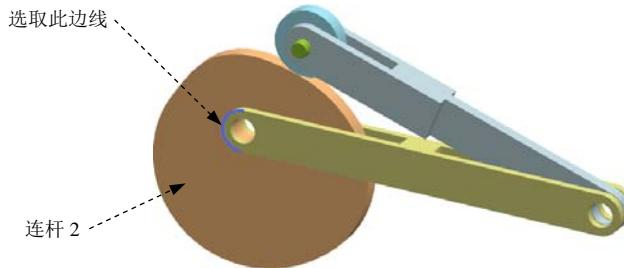

图 6.5.2 定义连杆 2 中的旋转副
(1) 选择下拉菜单  →  运动副 (I)… 命令，系统弹出“运动副”对话框；在“运动副”对话框 **定义** 选项卡的 **类型** 下拉列表中选择  旋转副 选项；选取图 6.5.2 所示的连杆 2 为参考连杆；在“运动副”对话框 **操作** 区域的  指定原点 下拉列表中选取“圆弧中心”  选项，在模型中选取图 6.5.2 所示的圆弧边线为原点参考；在 **操作** 区域的 **方位类型** 下拉列表中选择 **矢量** 选项，在矢量下拉列表中选择  选项。
(2) 单击“运动副”对话框中的 **驱动** 选项卡；在 **驱动** 区域的 **旋转** 下拉列表中选择 **恒定** 选项；在 **初速度** 文本框中输入值 112。
(3) 单击  确定 按钮，完成旋转副的创建。